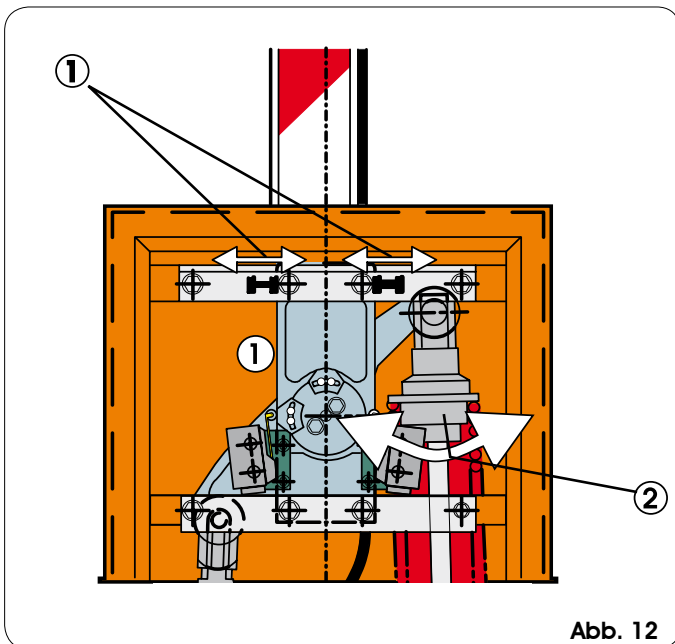

Abb. 12
- 5) Die mechanischen Endanschläge beim Öffnen und Schließen einstellen (siehe Abb. 12 Bez. ①) und den Ausgleich des Balkens unter Befolgung der Anweisungen in Abschnitt 4.4 überprüfen.
- 2) Wenn die Schranke sich tendenziell verschließt, die Ringmutter zur Vorspannung der Feder (Abb. 12 Bez. ②) im Uhrzeigersinn drehen. Wenn sie sich tendenziell öffnet, gegen den Uhrzeigersinn drehen.